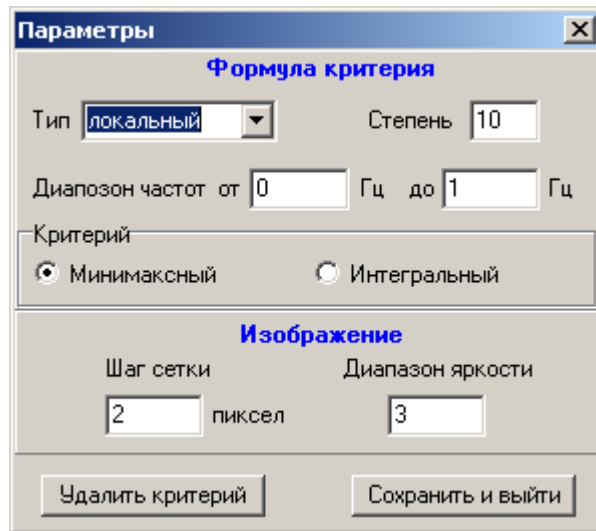

Рис.5.8.
- Команда *Критерий* доступна только для графика одиночной кривой области d – разбиения. Рассчитываются значения выбранного критерия качества регулирования в поле коэффициентов настройки, ограниченном заданным прямоугольником. Прямоугольник ограничен красным цветом. При помощи левой клавиши «мыши» размеры прямоугольника можно уменьшить и переместить его в требуемое место графика. Правая клавиша «мыши» выводит форму с параметрами расчета, приведенную на рис.5.8.
Сохраняются параметры предыдущего расчета, поэтому обращение к форме рис.5.8. нужно только при необходимости внесения изменений, или для контроля. Расчет запускается двойным щелчком левой клавиши «мыши» в прямоугольнике.